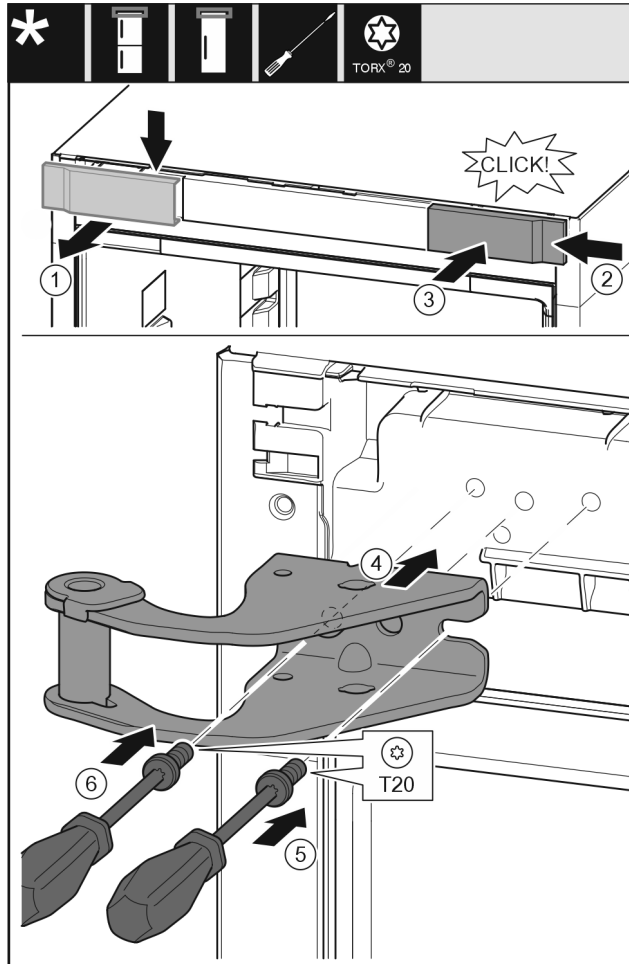

Fig. 10
- ▶ Irrota suojus ylöspäin eteen. Fig. 10 (1)
- ▶ Ripusta suojus paikoilleen 180° käännettynä toiselle puolelle oikealta. Fig. 10 (2)
- ▶ Anna suojuksen lukittua paikoilleen. Fig. 10 (3)
- ▶ Aseta ylempi laakeripukki paikoilleen. Fig. 10 (4)
- ▶ Aseta ruuvi paikoilleen T20-ruuvimeisselillä ja kiristä se. Fig. 10 (5)
- ▶ Aseta ruuvi paikoilleen T20-ruuvimeisselillä ja kiristä se. Fig. 10 (6)